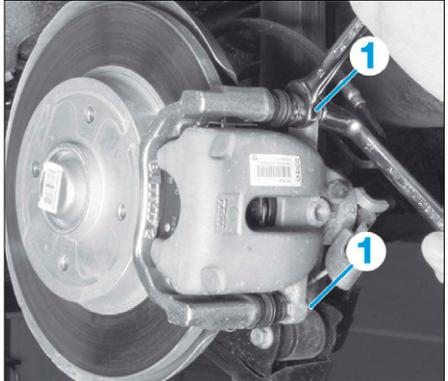

FIG. 12
- les deux vis de fixation (1) de l'étrier (Fig.12),